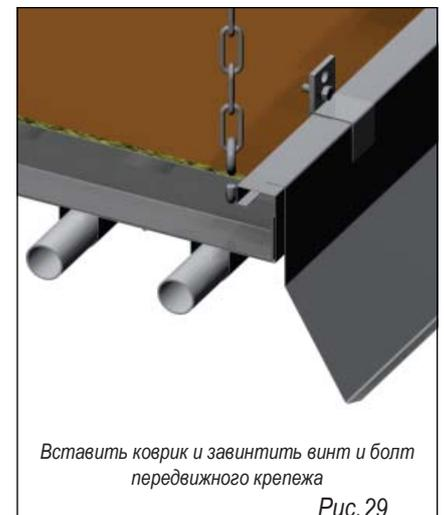

Рис. 29
- завинтить крепежные винты и болты, как показано на рис. 29.